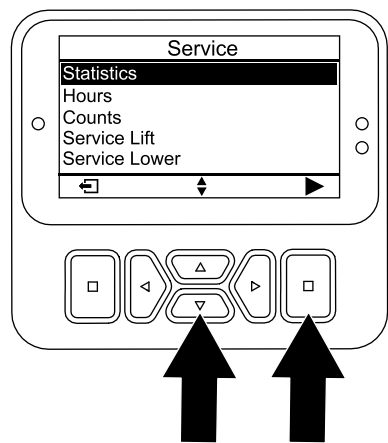

Figura 96
- 5. En la pantalla SERVICE (Mantenimiento), pulse el botón abajo hasta que se seleccione la opción STATISTICS (Estadísticas) y, a continuación, pulse el botón de selección (Figura 96).